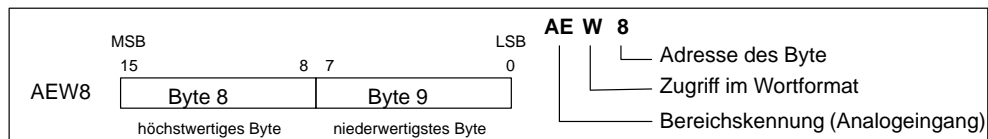

Bild 7-5 Zugriff auf einen Analogeingang
Die S7-200 wandelt reale Analogwerte (z. B. Spannung, Temperatur) in digitale Wortwerte (16 Bit) um. Sie greifen auf diese Werte über die Bereichskennung (AE), die Größe der Daten (W) und die Anfangsadresse des Byte zu. Da es sich bei Analogeingängen um Wörter handelt, die immer auf geraden Bytes beginnen (also 0, 2, 4 usw.), sprechen Sie die Werte mit den Adressen gerader Bytes an (z. B. AEW0, AEW2, AEW4) (siehe Bild 7-5). Analogeingänge können nur gelesen werden.